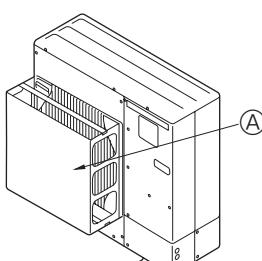

Fig. 2-3
- ② Ünite, tayfun ve başka nedenlerden oluşan güçlü rüzgârların doğrudan hava çıkışına gireceği bir yere monte edilmişse, isteğe bağlı olarak sağlanan bir hava kılavuzu monte edin. (Fig. 2-3)